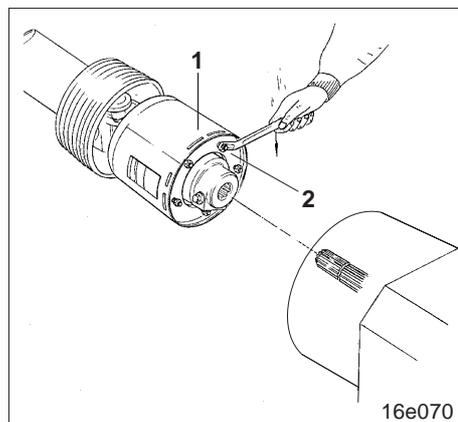

Fig. 19.15
Le limiteur de couple EK 96/4 (fig. 19.15/1) a pour objet d'éviter tout risque de dommage aux organes du boîtier d'entraînement principal en cas de blocage des rotors porte-dents par des pierres ou d'autres corps étrangers. **Pour cette raison il faut assurer en permanence le bon fonctionnement du limiteur à friction.**
2. Serrez l'ensemble des écrous 6 pans (fig. 19.15/2) jusqu'à butée. Ceci a pour effet de décompresser les disques à friction.
5. Desserrez l'ensemble des écrous 6 pans (fig. 19.15/2) jusqu'à obtenir un jeu d'environ 5 mm entre les écrous et le plateau de pression.